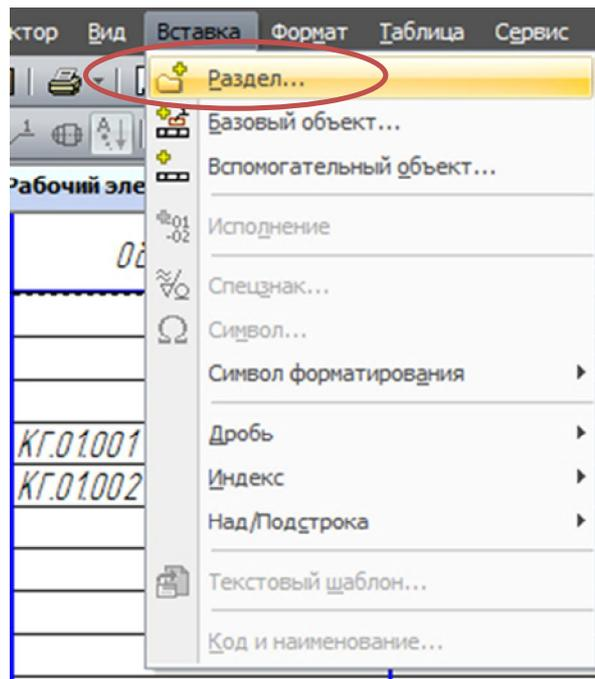

Рис. 3.8. Меню «Вставка → Раздел»
- Выполните команду «Вставка → Раздел» (рис. 3.8).